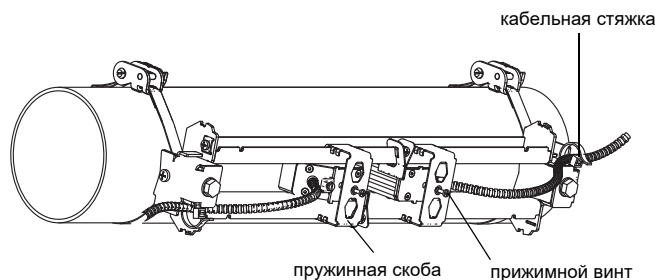

Рис. 8.45: Датчики в рельсе
- Сдвиньте пружинные скобы на датчики (смотри Рис. 8.45).
- Закрепите кабели датчиков кабельной стяжкой, чтобы защитить их от механической нагрузки (смотри Рис. 8.45).